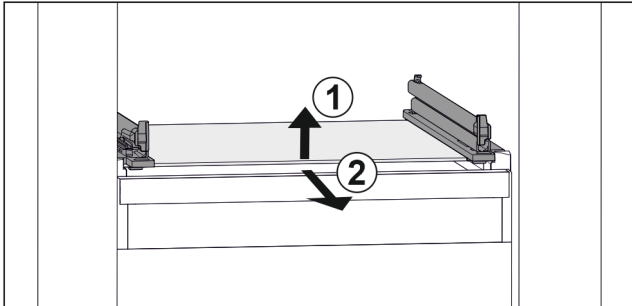

Fig. 26 Примерное отображение стеклянной пластины
- ▶ Приподнимите стеклянную пластину спереди. Fig. 26 (1)
- ▶ Извлеките стеклянную пластину движением вперед. Fig. 26 (2)